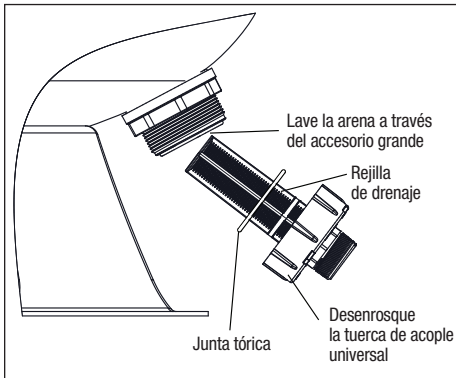
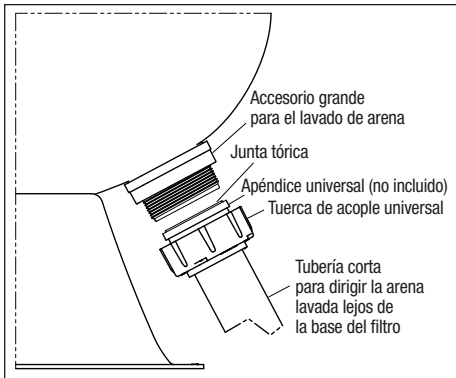

Figura 8. Accesorio para enjuague de arena
Figura 9. Conexiones para apéndice universal
15. El drenaje del tanque incluye un accesorio grande para poder enjuagar la arena del tanque del filtro (consulte la Figura 8). La extracción de la arena es más fácil si no hay restricciones adicionales en este acople. Si desea que una pieza corta de tubería dirija la arena que se enjuaga en dirección contraria a la base del filtro, es posible usar un apéndice universal. Utilice dicho apéndice para conectar la tubería con la tuerca de unión universal, tal como se muestra en la Figura 9.